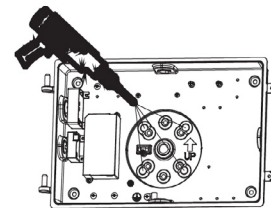

Fig. 1.3
3. Utiliser une perceuse électrique pour percer les trous de montage sur la plaque de montage du luminaire. (Fig. 1.3)